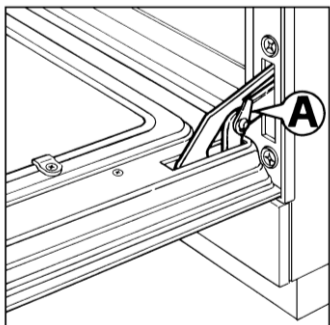

Рис. 3
- прицепить кольца “А” к соответствующим гнездам шарниров (Рис. 3);